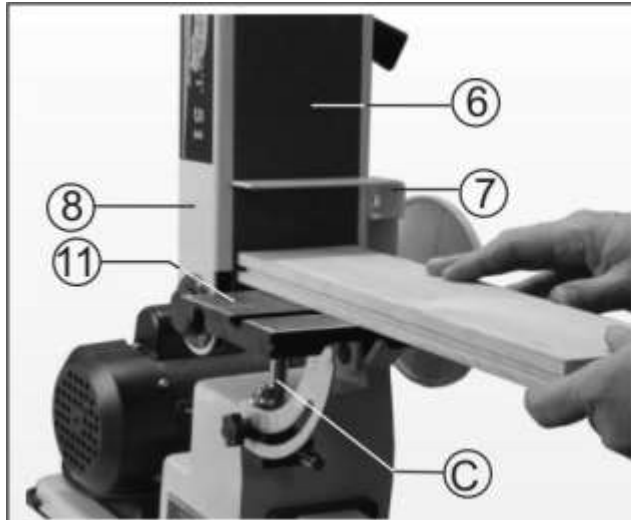

Рис.8
### 9.3. Перестановка рабочего стола (Рис.8)
Когда стол (8) (шлифовальной ленты) поднят, можно переместить рабочий стол (11) и установить его перед шлифовальной лентой (6). Выполните следующее: ослабьте фиксирующую гайку (13), выверните опорный вал (C), Рис.4, установите его в резьбовое отверстие корпуса перед шлифовальной лентой (6), как показано на Рис.8 и затяните фиксирующую гайку (13), как показано на Рис. 4. Установите рабочий стол (11) в нужную позицию, затем затяните фиксирующий болт рабочего стола (11) на опорном валу (C), оставив минимальный зазор между шлифовальной лентой (8) и боковой поверхностью рабочего стола (11).
Когда шлифовальная лента (6) расположена вертикально, деталь опирается на задний упор (7) или рабочий стол, Рис.8.